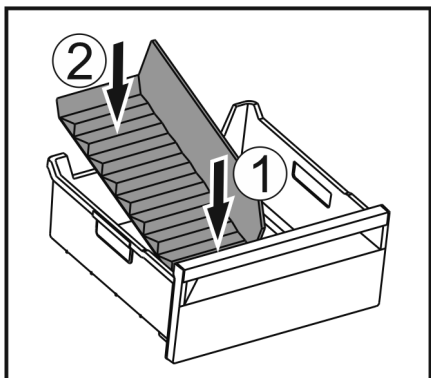

Fig. 71
- ▶ Поставете предната част на разделителя на отделението за лед. Fig. 71 (1)
- ▶ Спуснете задната част на разделителя на отделението за лед до дъното на чекмеджето. Fig. 71 (2)